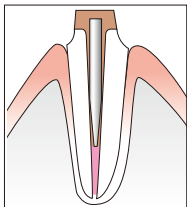

図25
- ① 口腔内保持5分後、通法に従い支台歯形成を行います(図25)。